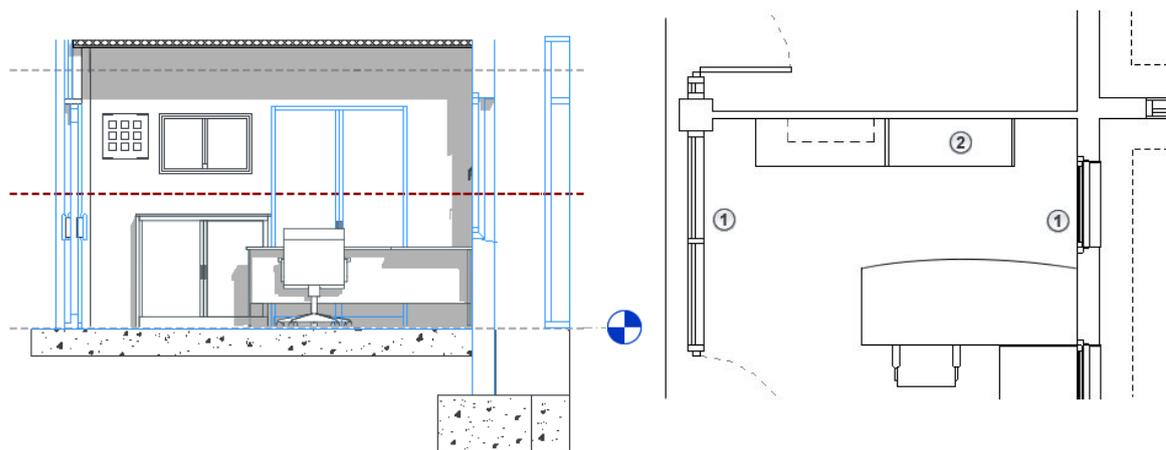

Рисунок 3.18 Пример невырезаемых элементов
На следующем виде фасада элементы (рисунок 3.18), пересекающие секущую плоскость, выделены синим цветом. На виде в плане справа обозначено: ① - элементы, создаваемые с применением веса линий разреза (стены, дверь и окно); ② - невырезаемые элементы, создаваемые с применением веса линий проекции (шкафы).